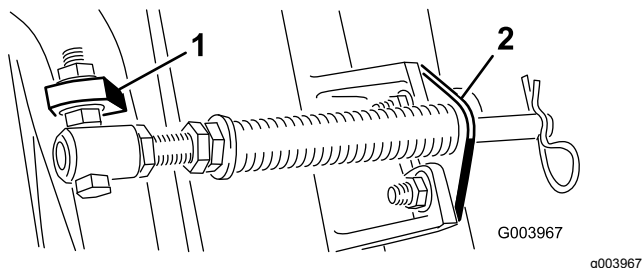

Figure 6
Remarque: Placez la tête du boulon sur le côté extérieur de la patte, comme montré à la Figure 6.
- D. Montez le support de tige sur les pattes de l'unité de coupe à l'aide des boulons de carrosserie et des écrous (Figure 6).